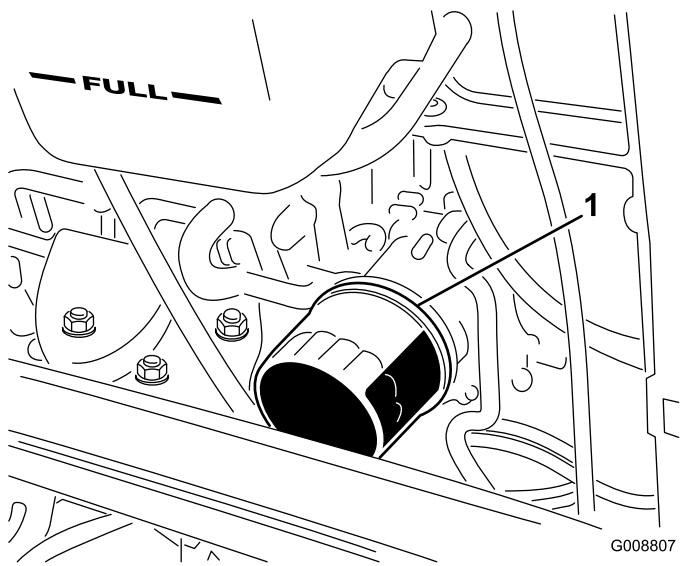

Figure 58
4. Déposez le filtre à huile (Figure 58).